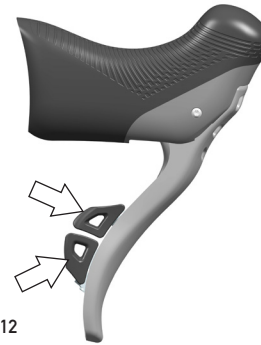

Fig.12
- En faisant pression sur le levier inférieur, le dérailleur arrière descend (Fig.12).
- En faisant pression sur le levier supérieur, le dérailleur arrière monte (Fig.12).